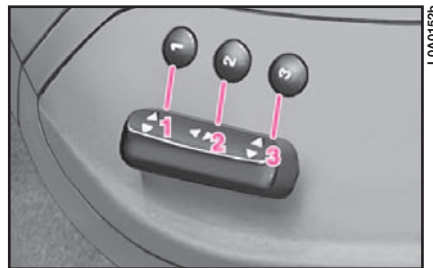

fig. 46
MEMORIZZAZIONE DELLE POSIZIONI DEL SEDILE GUIDA (fig. 46)
- mantenere premuto per almeno 3 secondi uno dei pulsanti "1", "2" o "3" (**fig. 46**) di memorizzazione/richiamo della posizione sedile;